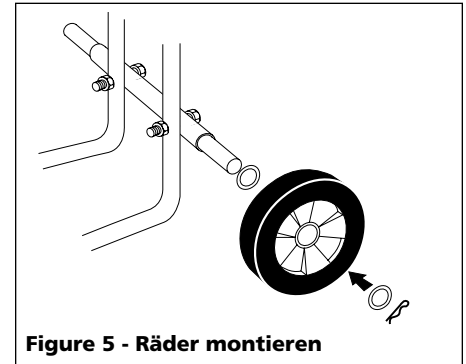

Figure 5 - Räder montieren
5. Diesen Vorgang auf der anderen Seite wiederholen (siehe Abb. 5).